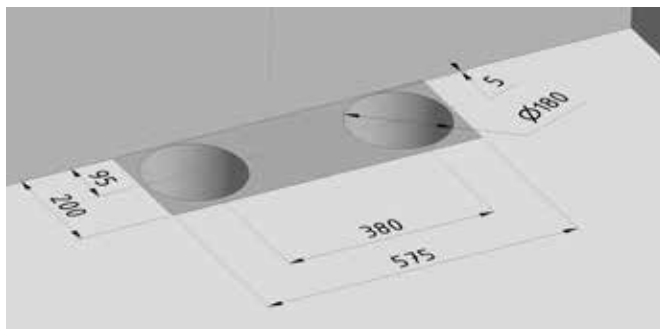

Bild 3. Bilden visar håltagning genom bjälklaget.
• Märk ut borrhålen där kassetten ska stå enligt bild 3. Borra 2 st. hål i dimension 180 mm genom bjälklaget. Bormall finns även att hämta för utskrift på hemsidan www.dahl.se